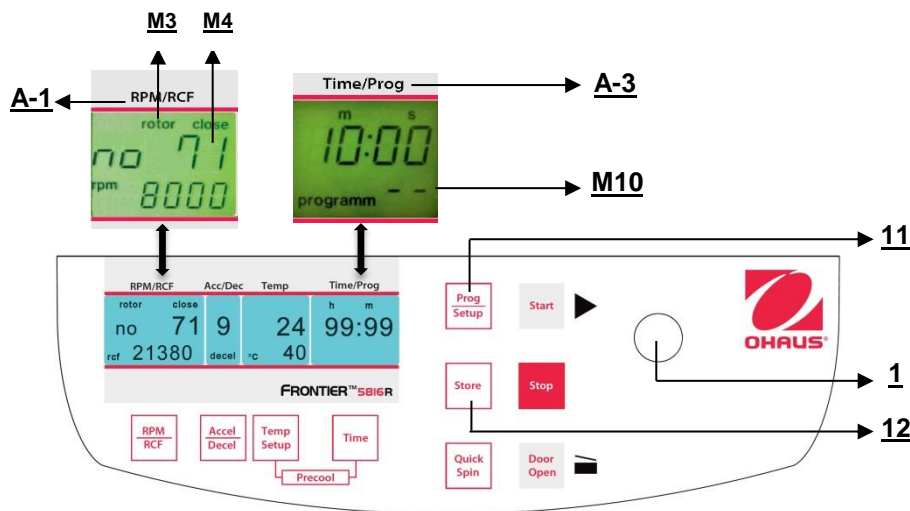

Figura 25
Per richiamare i programmi salvati, premere il tasto **"Prog/Setup"** (11) (fare riferimento alla figura 25) quando il coperchio è già chiuso. Sul display **"Time/Prog"** (A-3), appare la parola **"programm -"** (M10). Il numero di programma desiderato può essere preselezionato mediante la manopola di regolazione (1).